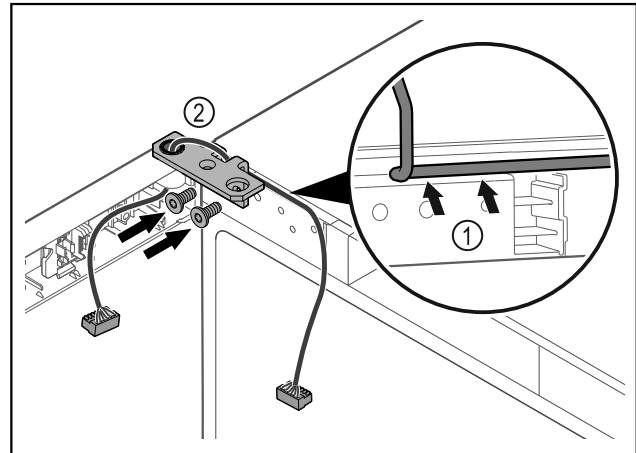

Fig. 43
- ▷ Läg kabeln genom gångjärnsfästets urtag och dra den försiktigt Fig. 43 (1).
- ▷ Skruva fast gångjärnsfästet Fig. 43 (2).